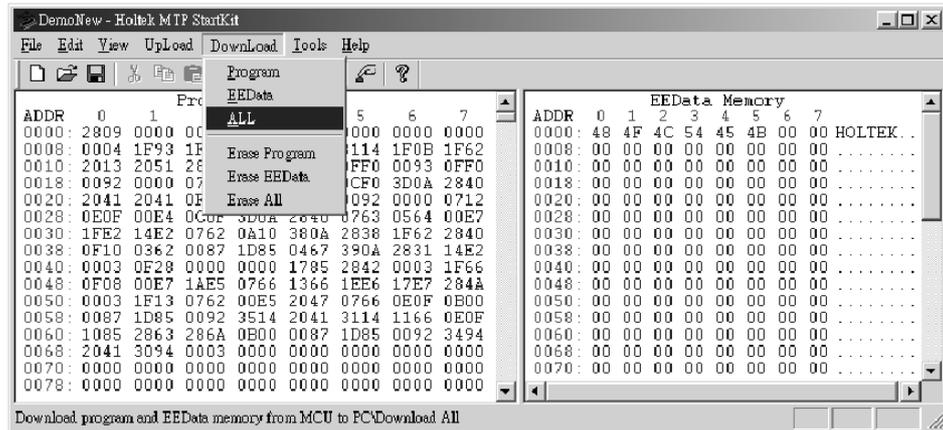

图 1-12
- 选择菜单 Download/ALL 如图 1-12。将程序和数据代码下载到 MTP 单片机 HT48E50 的对应地址中去。
Download 菜单（如图 1-12）包含如下命令，可对 MTP 单片机进行编程：